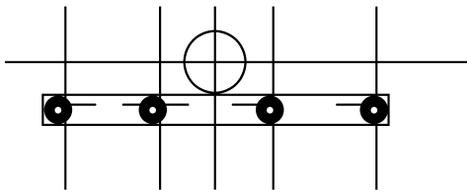

图 1-40
1. 识读钢芯铝绞线 LGJ-25 直线杆四线绑扎导线安装图 (见图 1-40)。